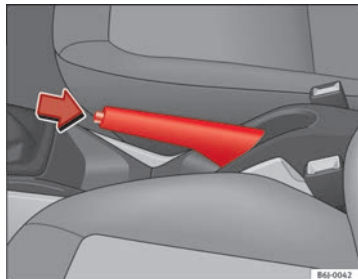

Fig. 110 Freno de mano entre los asientos delanteros
- Tire con fuerza de la palanca del freno de mano hacia arriba ⇒ fig. 110.
- Tire ligeramente de la palanca hacia arriba, presione el botón de desbloqueo en la dirección de la flecha ⇒ fig. 110 y baje completamente la palanca ⇒ ⚠️.